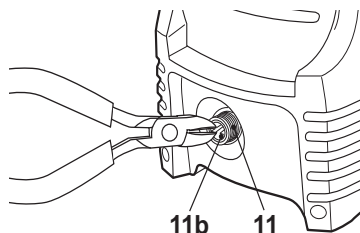

Fig. 21
- > Retire el racor de entrada para manguera de agua (12) de la toma de agua (11) de la máquina.
- > Utilice unos alicates adecuados para retirar el filtro (11b) del interior de la toma de agua (Fig. 21).